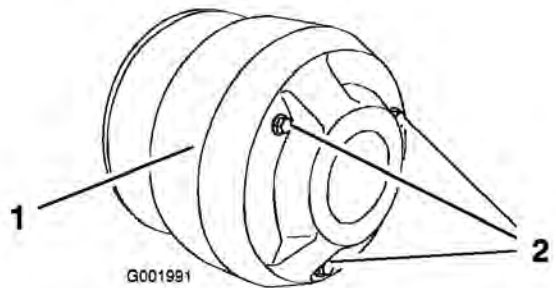

図 53
4. クラッチ・カバーのボルト（3本）を外してカバーを取る(図 53)。